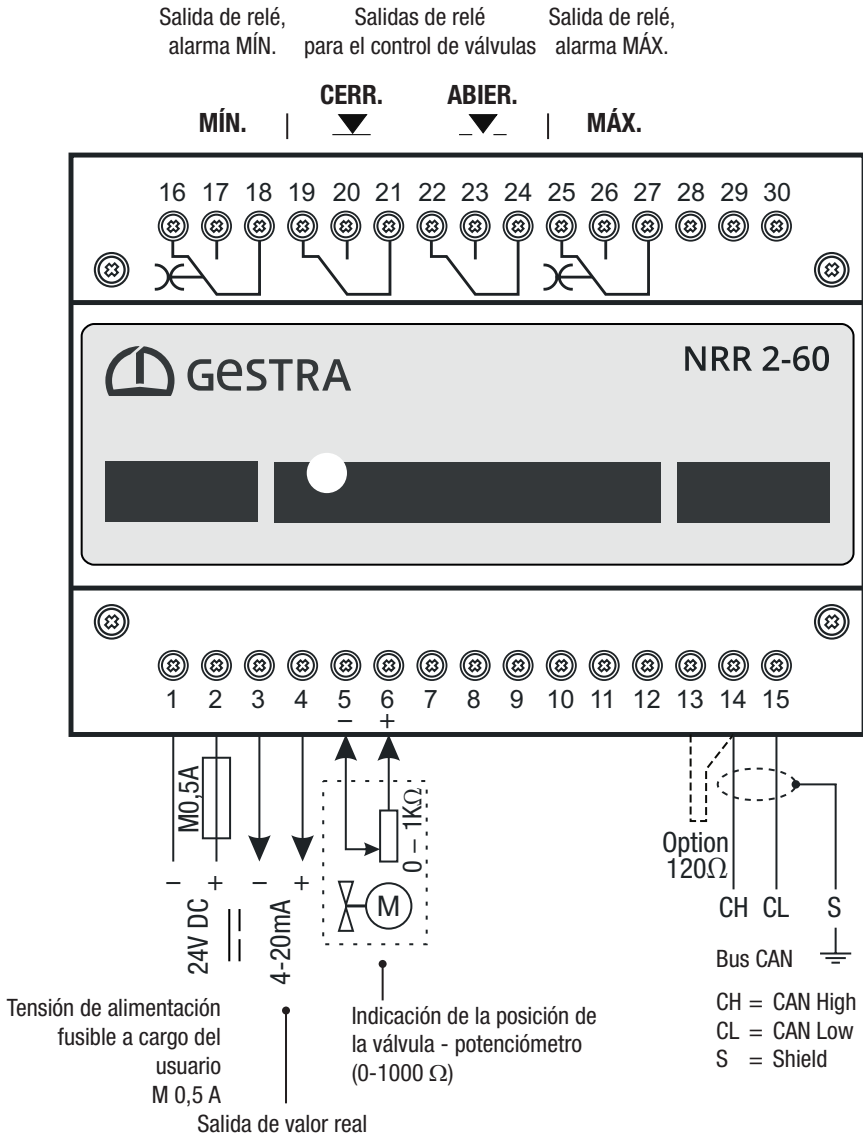
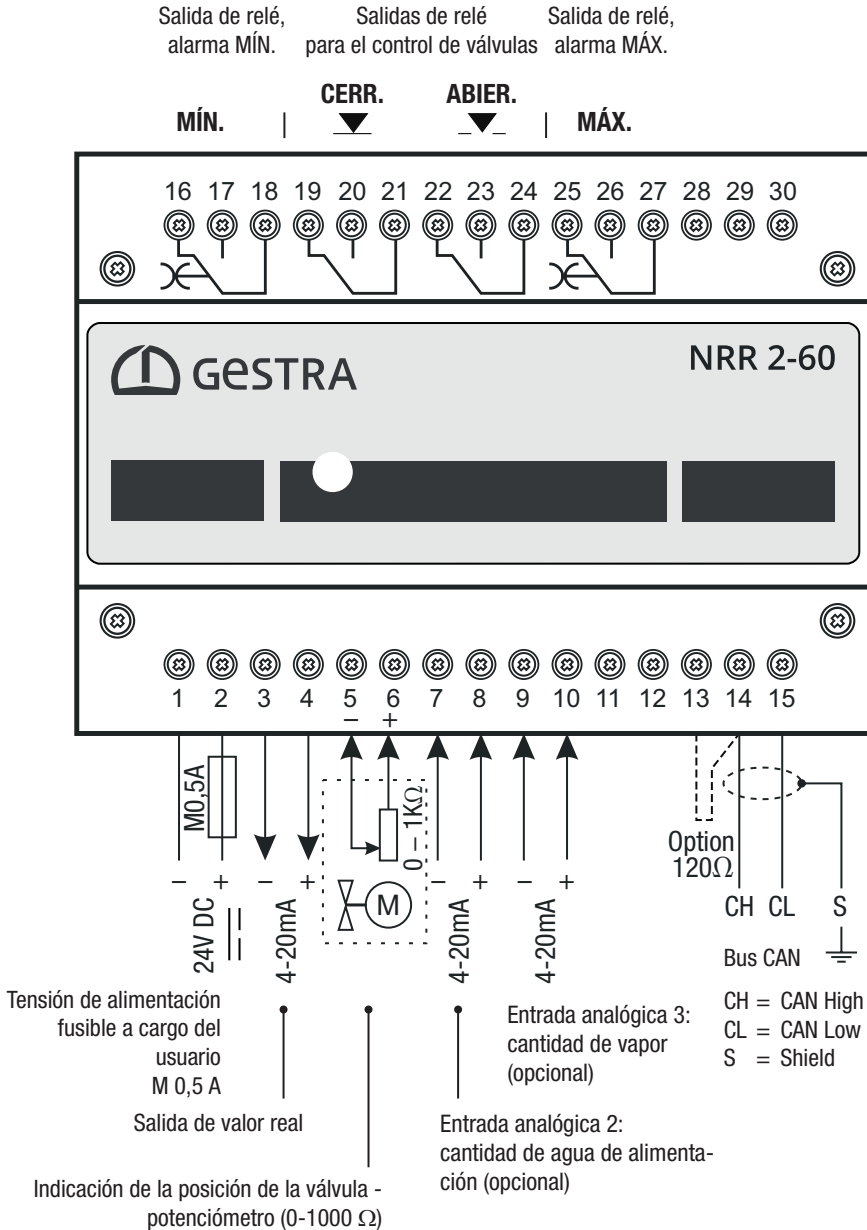

Fig. 6
Fig. 7
- Conecte el regulador de nivel y todos los componentes correspondientes conforme a los esquemas de conexiones Fig. 6/Fig. 7 de este manual.
- Conecte las salidas conforme a los esquemas de conexiones, Fig. 6/ Fig. 7.